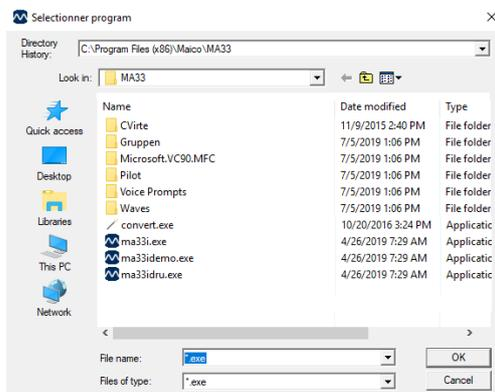

Figure 23
3. La fenêtre suivante apparaît. Ouvrez le dossier ***MA33*** et sélectionnez le fichier ***MA33i.exe*** pour le programme qui est ajouté à la base de données. Cliquez sur ***OK*** (Figure 23).